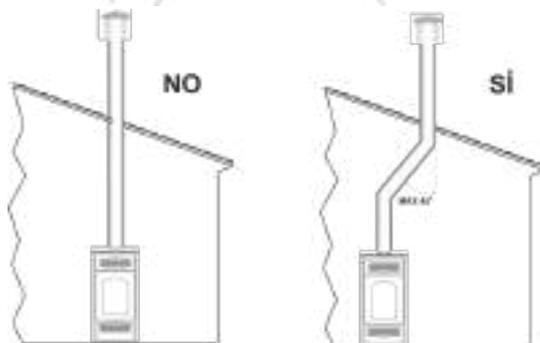

Fig 2
- La sección interna debe ser uniforme, preferiblemente circular: las secciones cuadradas o rectangulares deben tener las aristas redondeadas con un radio no inferior a 20 mm; relación máxima entre los lados de 1,5; paredes lo más lisas posibles y sin estrechamientos; curvas regulares y sin discontinuidad, las desviaciones del eje no superiores a 45° (fig. 2).